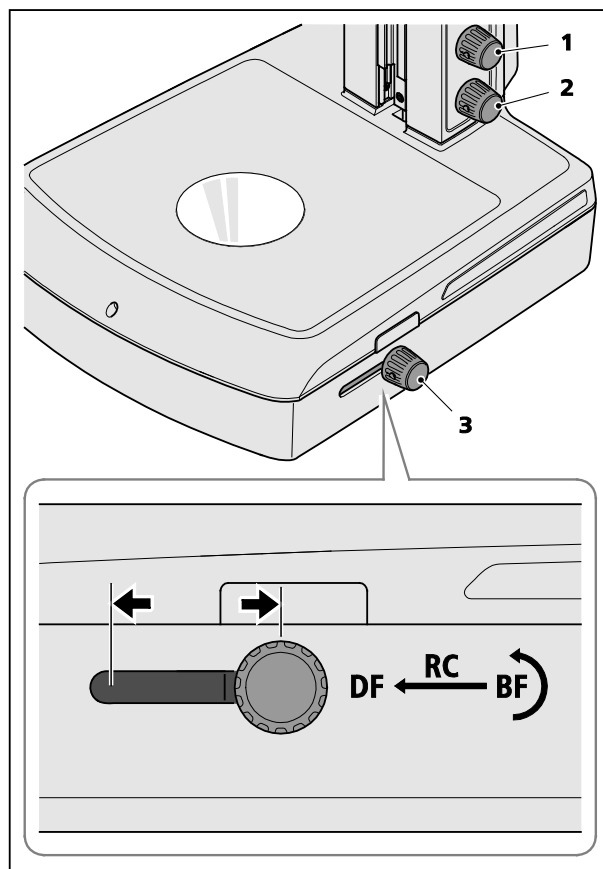

図 5 透過光ユニットの操作
- 下側の回転ボタン（図 5/2）を押して透過光照明をオンにし、回して強度を調整します。
- 透過光明視野照明を調整する時は、回転/スライドボタン（図 5/3）を後ろ側の位置（BF）にスライドします。次に、対象が下から明るく照らされるまで、ボタンを回して回転鏡の傾斜角を調整します。
- 側面の透過光暗視野照明を調整する時は、操作ボタン（図 5/3）を前側の位置（DF）にスライドします。
回転/スライドボタン (図 5/3) を中央の位置 (RC) にスライドし、鏡をさらに傾けると、斜光照明が生成され、無色の対象物の構造をレリーフコントラストで見えるようになります。
上側の照明ボタン (図 5/1) を押す/回すことにより、調整済み透過光に入射光を追加することができます。